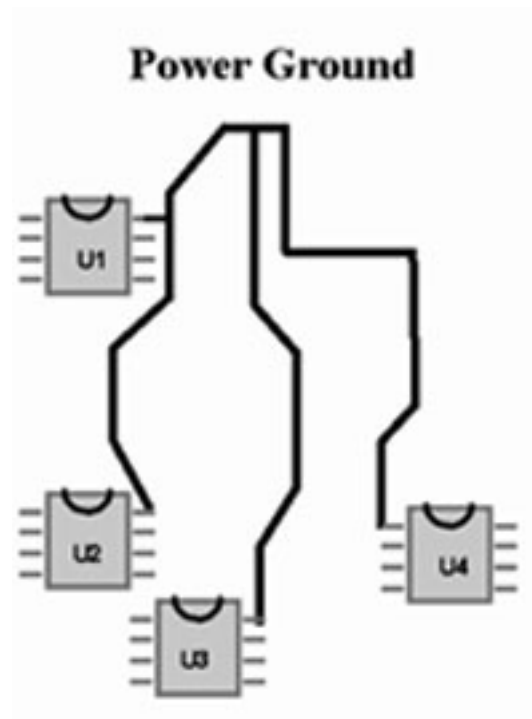

图6 如果不能采用地平线,可以采用“星形”布线策略来处理电流回路
3. 如果不能采用地平面，应采用星形连接策略(见图6)
通过这种方法，地电流独立返回电源连接端。图6中，注意到并非所有器件都有自己的回路，U1和U2是共用回路的。如遵循以下第4条和第5条准则，是可以这样做的。